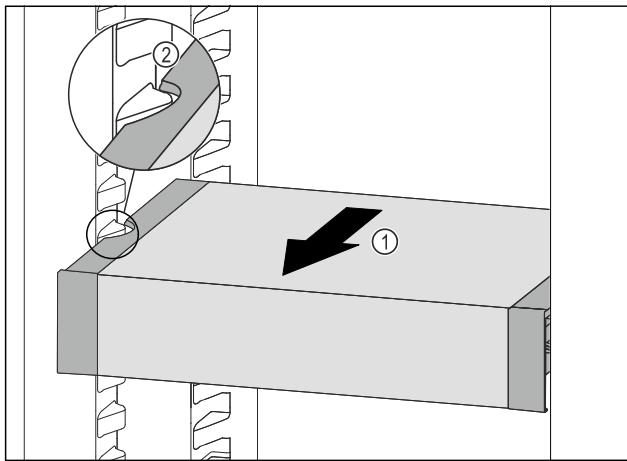

Fig. 78
- Ladicu VarioSafe vucite prema naprijed Fig. 78 (1) sve dok se bočni otvori ladice VarioSafe ne nađu na visini žlijeba spremnika u hladnjaku. Fig. 78 (2)